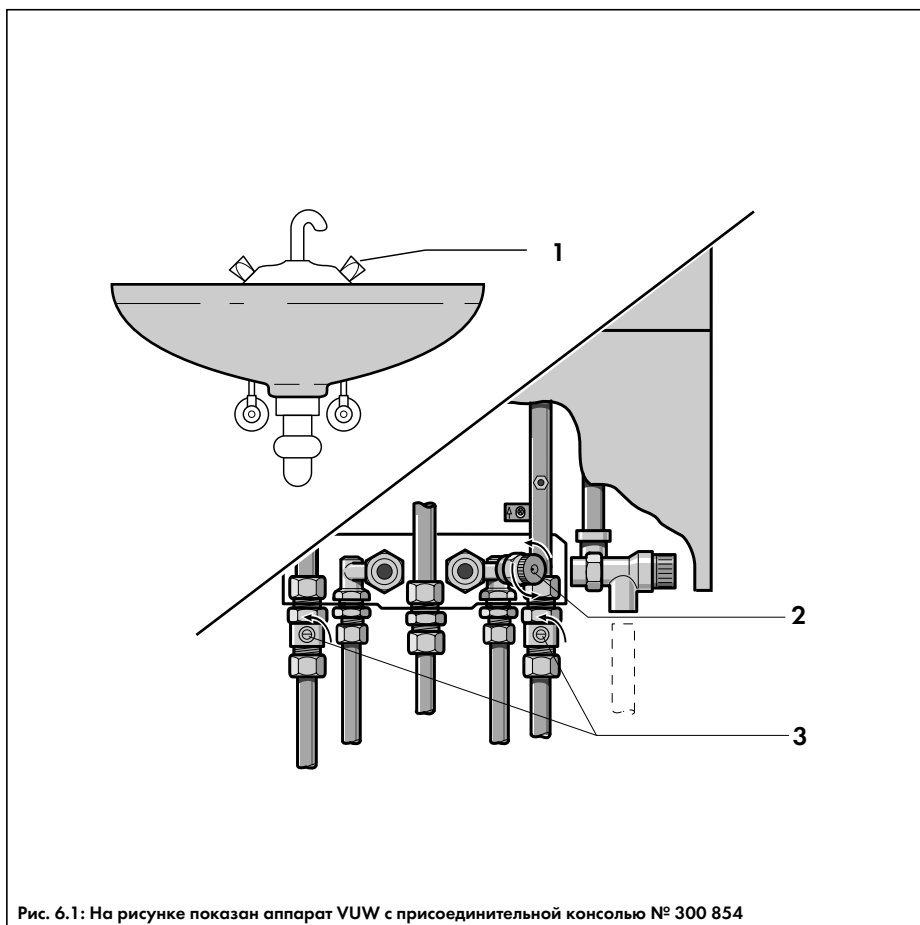

Рис. 6.1: На рисунке показан аппарат VUW с присоединительной консолью № 300 854
- Открыть краны горячей воды (1, рис. 6.1) во всех точках водоразбора и подать воду к аппарату, открыв запорный вентиль на консоли аппарата (2, рис. 6.1);
- Открыть сервисные краны на присоединительной консоли аппарата (3, рис. 6.1);
- Открыть все вентили отопительной установки и сервисные краны (3, рис. 6.1). Полностью спустить воду из отопительной установки и самого аппарата, открыв сливные краны (желательно, сечением не менее 1/2"), которые должны быть предусмотрены в нижней точке системы отопления. Краны необходимо открывать полностью, чтобы удалить перед пуском аппарата всю грязь, попавшую или образовавшуюся в системе отопления при монтаже.
- Полностью открыть кран горячей воды (1, рис. 6.1) на водоразборной точке. Аппарат перейдет в режим приготовления горячей воды;